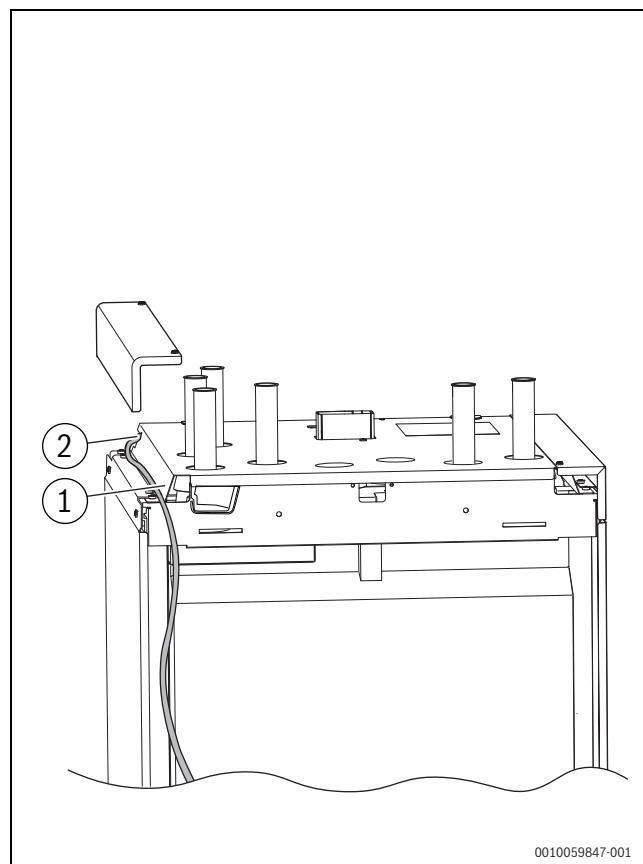

Bild 26 Kabelführung im Gerät
- Steuer- und Fühlerkabel entlang der Aussparung (→Bild 26(1)) an der Oberseite der Verkleidung von der Rückseite des Geräts zur Öffnung (2) führen.